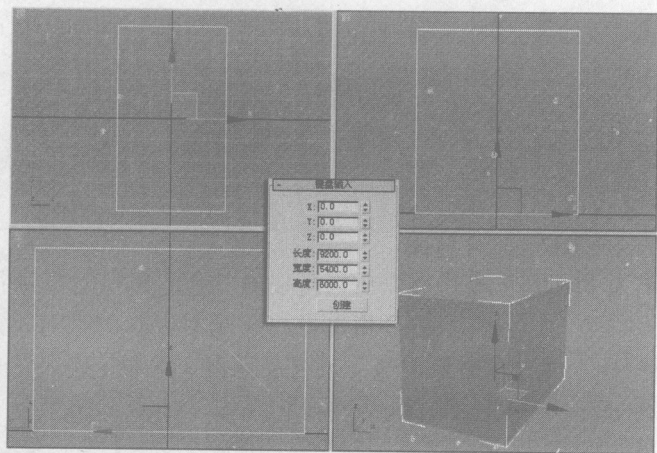

图 1-7 创建长方体
③ 在“键盘输入”卷展栏内的“长度”参数栏内键入 9200，在“宽度”参数栏内键入 5400，在“高度”参数栏内键入 6000，单击“创建”按钮，在视图中会出现如图 1-7 所示的长方体。